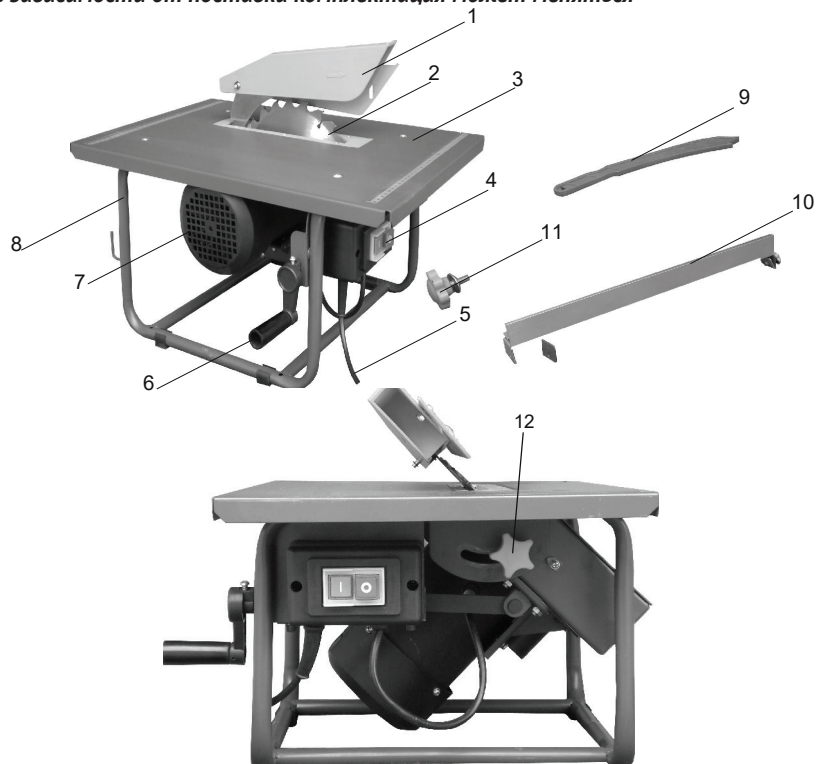
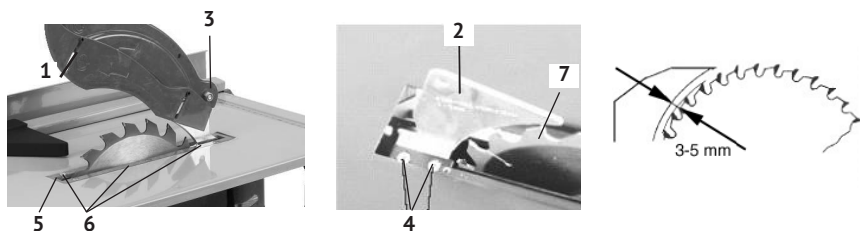

рис. 1
рис. 2
1.6 Общий вид и элементы пилы схематично представлены на рис. 1:
1.7 Асинхронный двигатель (рис.1 поз.7) крепится на пластине, закреплённой на раме (рис.1 поз.8), под рабочим столом (рис.1 поз.3). Трубчатая рама является основным несущим элементом пилы. На вал якоря двигателя, между опорным и зажимным фланцами, крепится пильный диск. На защитных кожухах: верхнем (рис.1 поз.1) и нижнем нанесены стрелки, указывающие направление вращения диска.
1.8 Для установки распиливаемой заготовки в нужном положении, на рабочем столе (с двух сторон) нанесена метрическая шкала. Заготовка размещается на рабочем столе (рис.1 поз.3) в нужном положении с помощью параллельного упора (рис.1 поз.10). Распиливаемая заготовка подаётся оператором по рабочему столу к пильному диску вручную, или толкателем (рис.1 поз.9).
1.9 Выключатель – магнитный пускатель (рис.1 поз.4) расположен в передней части пилы. Он имеет две кнопки: зелёная с символом «I» - включение двигателя и красная с символом «0» - выключение двигателя (МЭК 60417).
- открутить 6 винтов крепления (рис.2 поз.6) вставки стола (рис.1 поз.5);
- закрепить винтами (рис.2 поз.4) на кронштейне расклинивающий нож (рис.2 поз.2) так, чтобы он находился в одной плоскости с пильным диском (рис.2 поз.7) и на расстоянии 3 -5 мм, как показано на рис.2;
- совместив крепёжные отверстия кожуха (рис.2 поз.1) и расклинивающего ножа (рис.2 поз.2), соединить их винтом (рис.2 поз.3) и закрепить гайкой. Крепление не должно быть жёстким. Кожух должен иметь возможность вращения вокруг оси крепления, чтобы фиксироваться в выбранном положении относительно диска, в зависимости от толщины заготовки.
Установка параллельного упора (рис.1 поз.8) возможна с любой стороны от отрезного диска.
- ослабив винт-барашек (рис.1 поз.11) зажима, сдвинуть планку параллельного упора на необходимое расстояние от режущего диска.
- ослабить винт-барашек фиксации угла наклона (рис.1 поз.12);
- поворотом ручки (рис.1 поз.6) установить необходимый угол наклона диска;
Необходимо постоянно контролировать состояние вставки стола (рис.2 поз.5) и (при необходимости) проводить замену:
- снять верхний защитный кожух (рис.2 поз.1) с расклинивающего ножа (рис.2 поз.2);
- открутить винты крепления (рис.2 поз.6) вставки к столу;